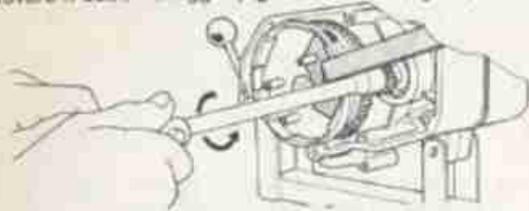

FIG. 13 Rimozione dado pignone motore
- 13) USANDO l'apposita chiave di fermo (cod. 05.0306.0) e una chiave a «T» da 17 mm, rimuovere il dado fissaggio pignone motore (fig. 13).